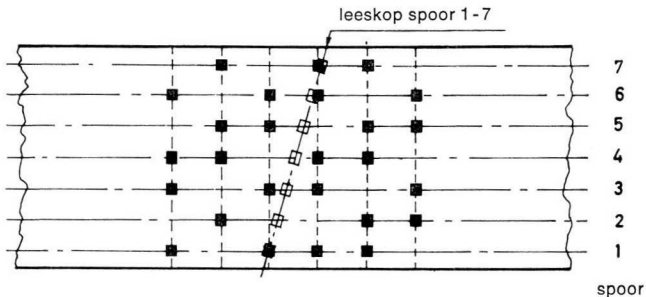

Fig. 25: Skewfout bij het aftasten van een computerband (verklaringen in de tekst).
- Skew** Engels woord voor: „scheef“. Skew-fouten treden bij →computerband-loopwerken op als de band scheef aan de kop voorbij loopt. Oorzaken: defecte of verkeerd ingestelde →bandgeleiding, een slag (excentrisch) in de spoel of een niet exakt gesneden magneetband. Daardoor kan bij het lezen (→leeskop) van byte A iets gelezen worden dat een mengsel uit de bytes A en B is. Er wordt dus een foutieve informatie verkregen (fig.25). De toelaatbare skew-fout wordt in looptijd-differenties (enkele  $\mu$ s) of als hoek van  $90^\circ$  ten opzichte van de bandlooprichting met een afwijking van slechts enkele minuten aangegeven. Er zijn machines die skew-fouten elektronisch vermijden.